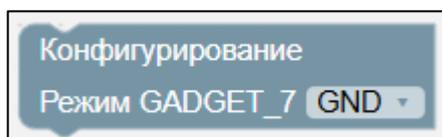

Рисунок II-40 – Блок «Конфигурирование. Режим GADGET\_7»
2. Блок «Конфигурирование. Режим GADGET\_7» (см. Рисунок II-40).